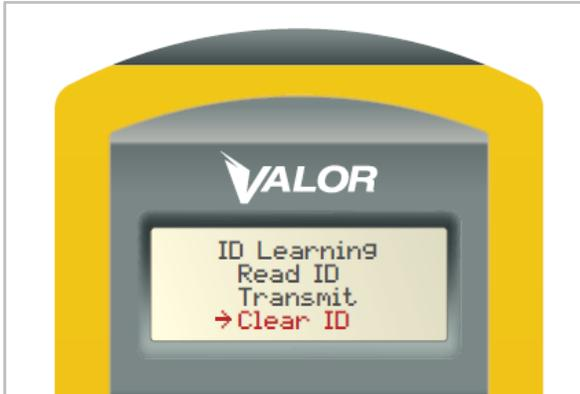

Figura 12
3. Use las teclas de arriba/abajo del SmarTool para colocar la flecha del cursor en la opción → “Clear ID” del menú “ID Learning”. (Figura 12)